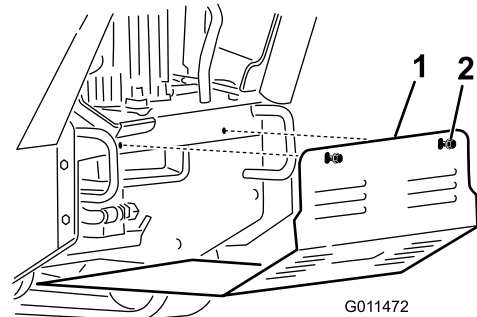

Bild 23
3. Lösen Sie nacheinander die 2 Schrauben, mit denen das untere Schutzblech befestigt ist, bis Sie es abnehmen können (Bild 23).
5. Schieben Sie das untere Schutzblech so in die Maschine, dass es auf allen vier Nasen aufliegt und befestigen es mit den zwei vorher gelösten Schrauben, um das Schutzblech vor dem Einsatz der Maschine zu montieren (Bild 23).